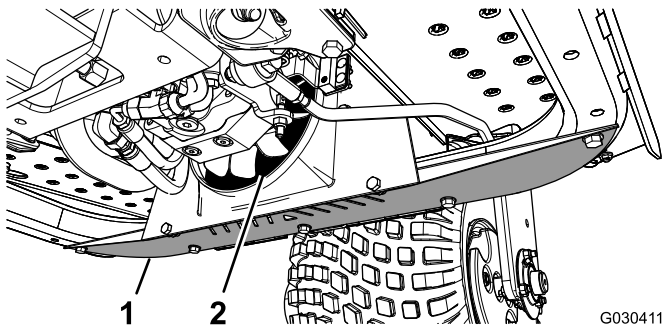

Figura 44
1. Rimuovete il carter inferiore (Figura 44).
2. Utilizzando un'asta, soffiare aria compressa tra le lame del ventilatore (Figura 44) per forzare il materiale fuori dalla direzione di ingresso.